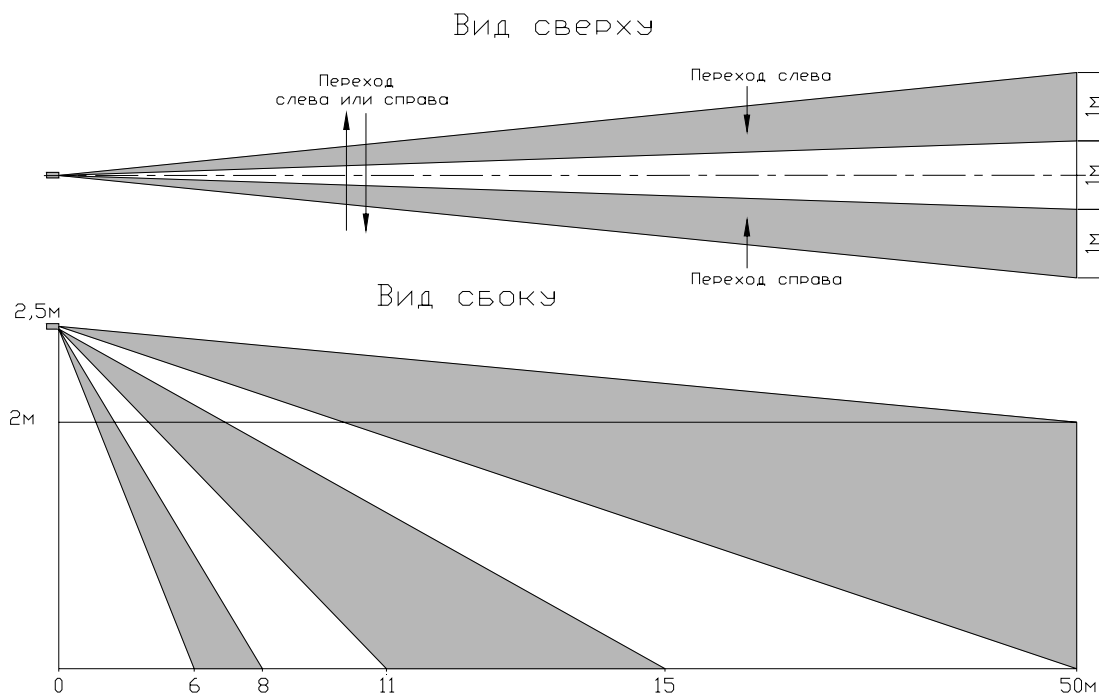

Рис.1.1 Диаграмма направленности зоны обнаружения.
- формируют извещение **ТРЕВОГА** при пересечении нарушителем зоны обнаружения на всей её дальности в соответствии с рис.1.1;
1.5.1 Принцип действия извещателя основан на регистрации изменения температуры среды при пересечении нарушителем зоны охраны, образованной двумя расходящимися лучами в форме пирамид с основаниями на границе зоны обнаружения. Диаграмма направленности зоны обнаружения приведена на рис. 1.1.